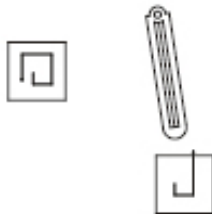

рис.6.3.
- если вам нужно, чтобы вытяжка работала в режиме отвода воздуха в вентиляционную шахту, необходимо перевести переключатель-рычажок в положение, как показано на рис.6.3.